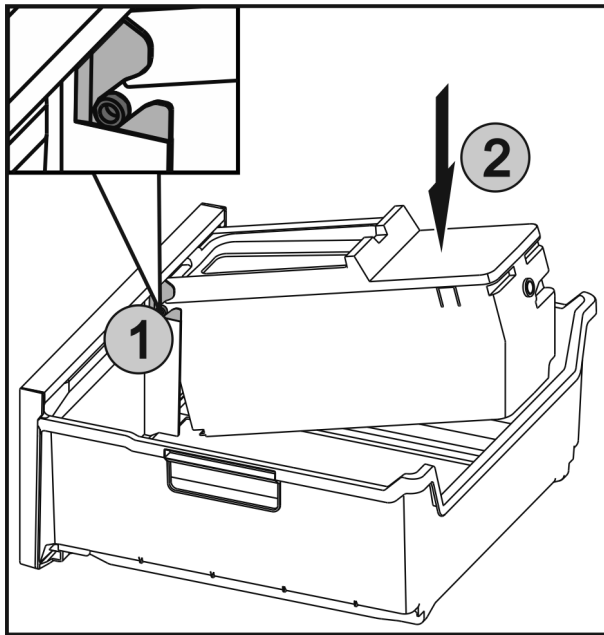

Fig. 62
- ▶ Introducir los ejes Fig. 62 (1) del EasyTwist-Ice en las guías y presionar la parte posterior Fig. 62 (2) hasta que encaje la lengüeta.